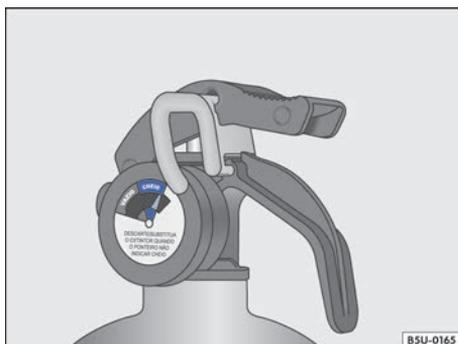

Fig. 158 En el extintor: indicador de carga (manómetro).
- Carga - el puntero debe estar en la franja verde del manómetro (cargada) → fig. 158.